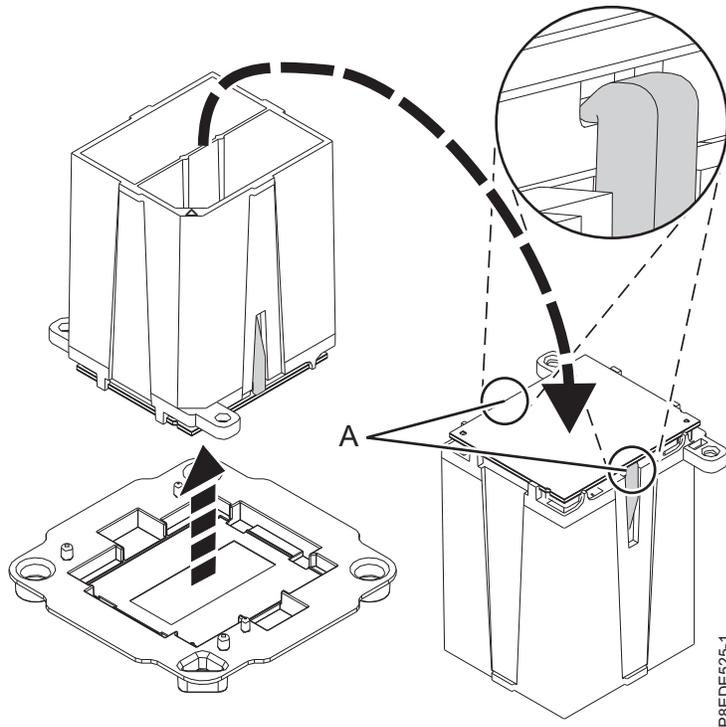

Figura 97. Preparación para la instalación del módulo del procesador del sistema
- b. Asegúrese de que ambos agarres (**A**) están sujetos firmemente al módulo del procesador del sistema, tal como se indica en Figura 97.